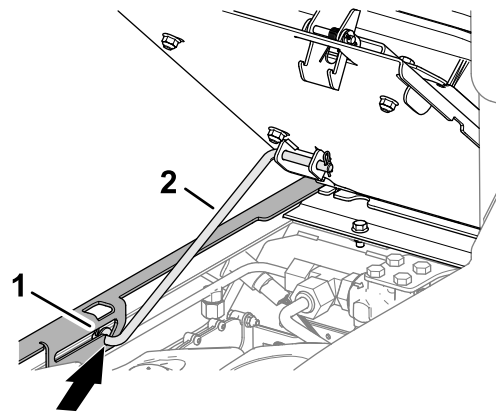

Figura 101
3. Asigurați-vă că tija de susinere față este aezată în elementul de reținere cu fantă al plăcii de ghidare a tijei (Figura 101).